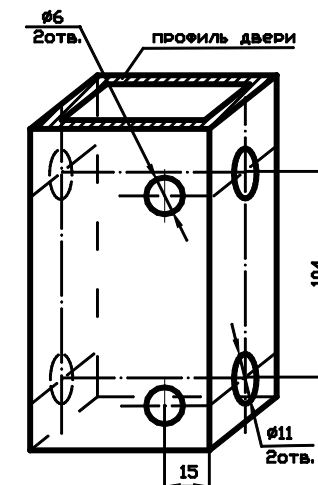

Рис.3
- 5.2. Сделайте разметку на двери и просверлите отверстия как показано на Рис.3. Отверстия Ø11 сверлятся в обеих стенках прямоугольного профиля ( в деревянной двери на глубину 50мм). Отверстия Ø6мм сверлят только в одной стенке прямоугольного профиля.